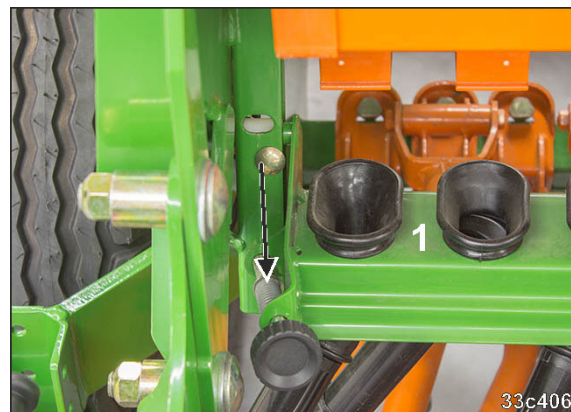

Рис. 132
2. Опустіть панель з лійками (Рис. 132/1).